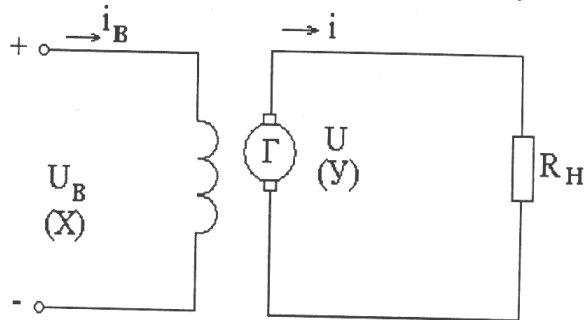

Рис. 5.2. Генератор постоянного тока с независимым возбуждением.
**Пример 1.** Составить дифференциальное уравнение и определить передаточную функцию генератора постоянного тока с независимым возбуждением (рис. 5.2.).